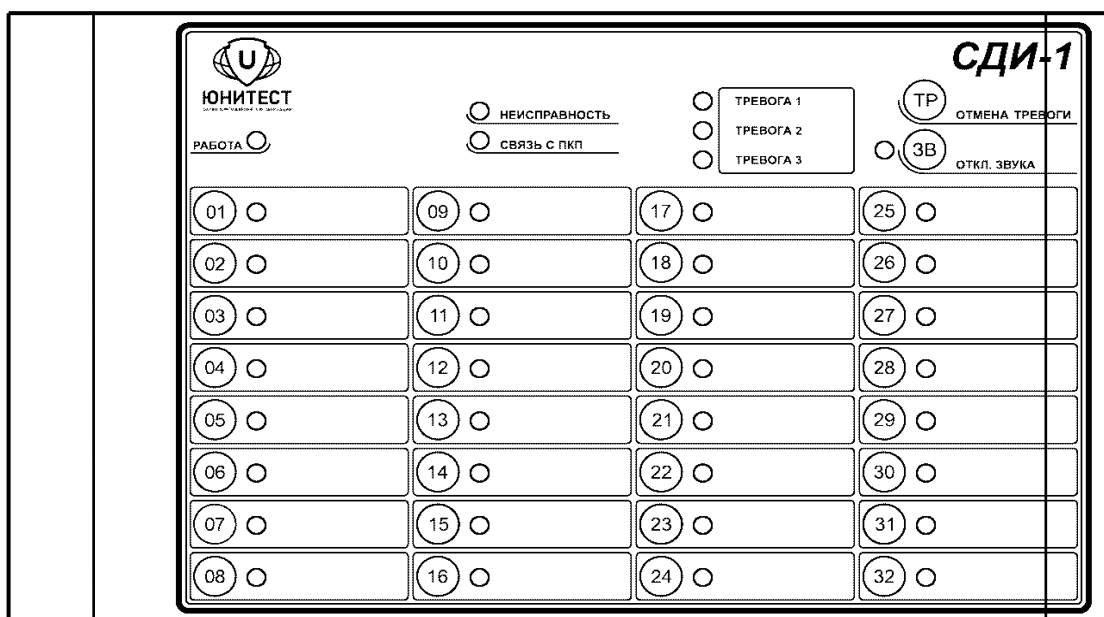

Рис.1. Внешний вид СДИ.
1.3. Внешний вид СДИ показан на рис.1.